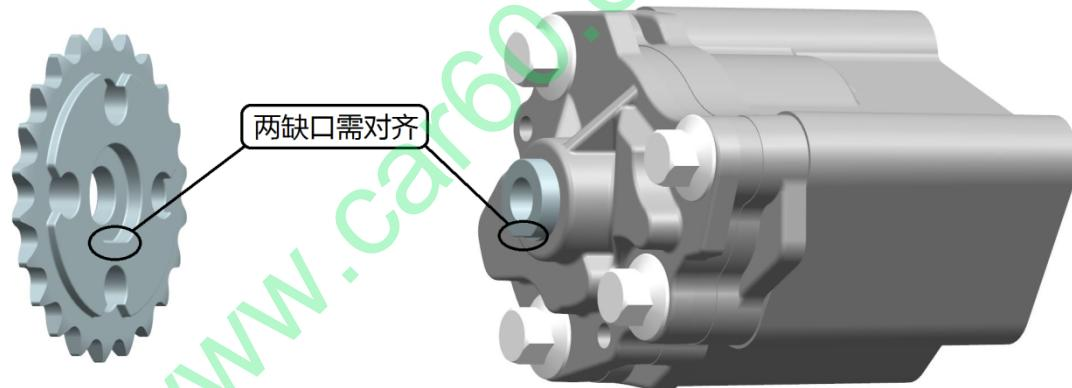

图 8.1
- (1) 将 1 个曲轴链轮垫片安装到曲轴后端，再将机油泵驱动链轮装入曲轴后端。
- (2) 将机油泵链条挂到机油泵链轮和机油泵驱动链轮上，再将曲轴链轮、机油泵链轮同时分别装入曲轴、机油泵转子轴对应位置上。机油泵链轮上的缺口对准转子轴上的缺口，如下图 8.1 所示。